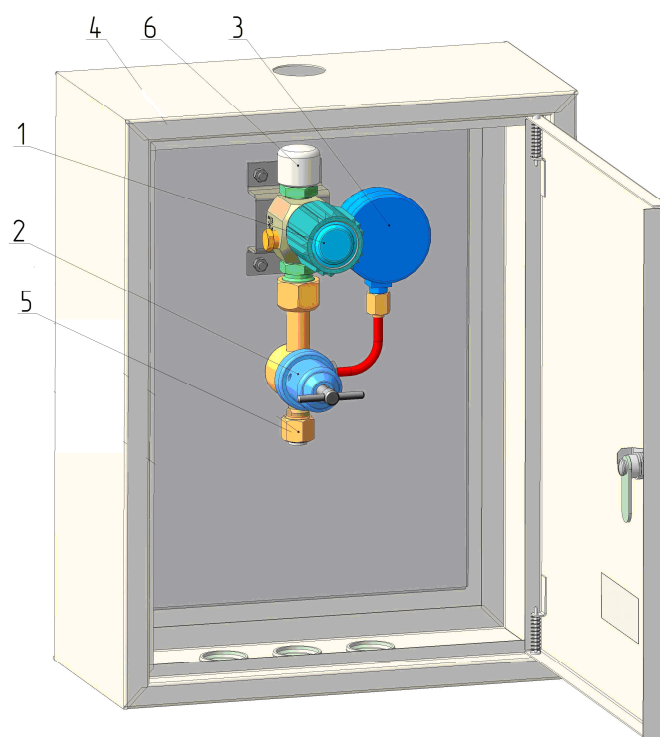

Рис.1 Пост газоразборный: а - ПГУ-10-з, ПГАр-10-з
4.1 Внешний вид поста показан на рис. 1